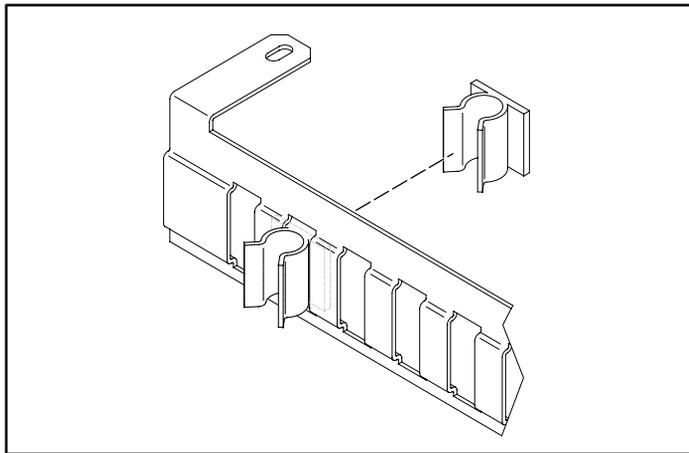

Figure 13 : Installation des attaches de câble
- Pour les librairies ESL9000 à 8 unités, installez quatre attaches de câble sur chaque bride en partant de la position numéro 2 sur la gauche (reportez-vous à la Figure 13).